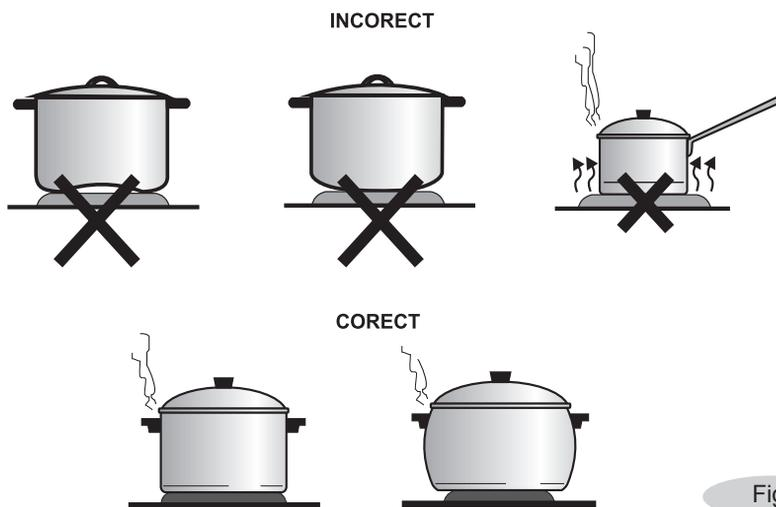

Fig.2
- **REȚINEȚI! PENTRU GĂTITUL RAPID AL BUCATELOR, VASELE TREBUIE SĂ AIBĂ FUNDUL PLAT CARE SĂ ADERE BINE LA SUPRAFAȚA OCHIULUI.** Vasele trebuie să aibă un diametru egal sau ceva mai mare decît diametrul ochiului (fig.2).